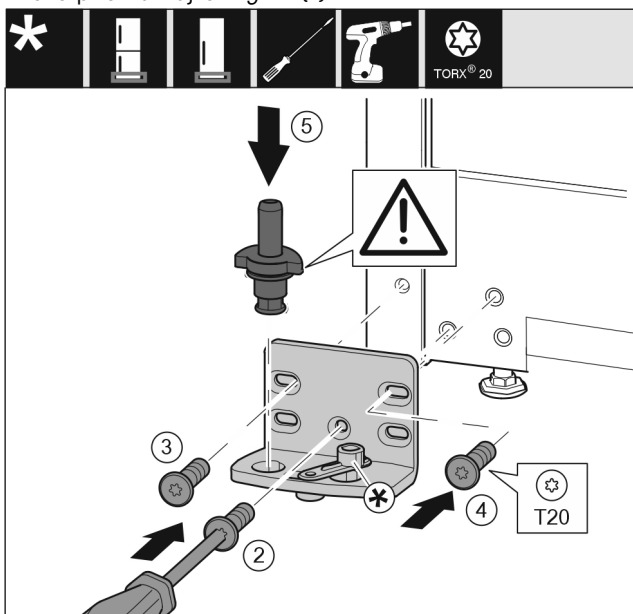

Fig. 13
- Ložiskovú konzolu nasadíte na druhú stranu a priskrutkujete ju pomocou skrutkovača T20. Začnite skrutkou 2 dole v strede. Fig. 13 (2)
- Pevne zaskrutkujte skrutku 3 a 4. Fig. 13 (3,4)
- Ložiskový čap úplne nasadíte. Dbajte pritom na to, aby zaistovací doraz ukazoval smerom dozadu. Fig. 13 (5)